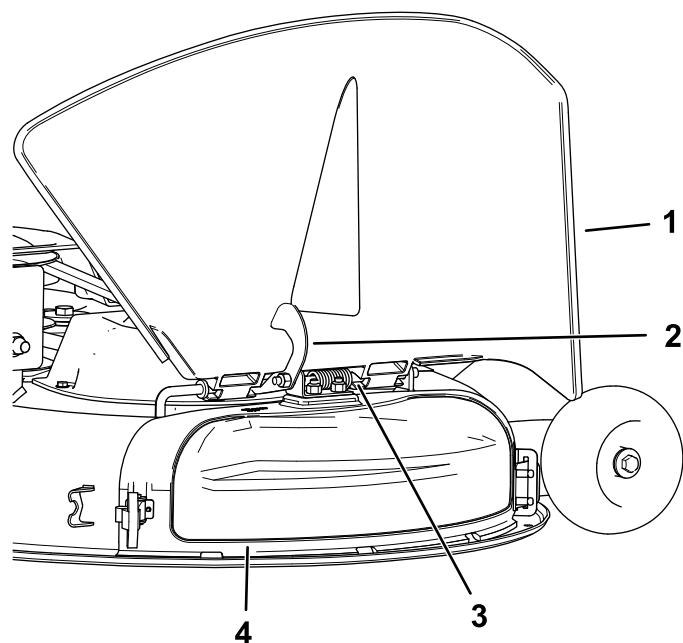

図 15
4. 排出口カバー上部についているフック状のラッチを、ピボットロッドから外す 図 15。
5. 排出口カバーの上部分のフック形のラッチを、デフレクタアセンブリのピボットロッドに取り付ける図 15。